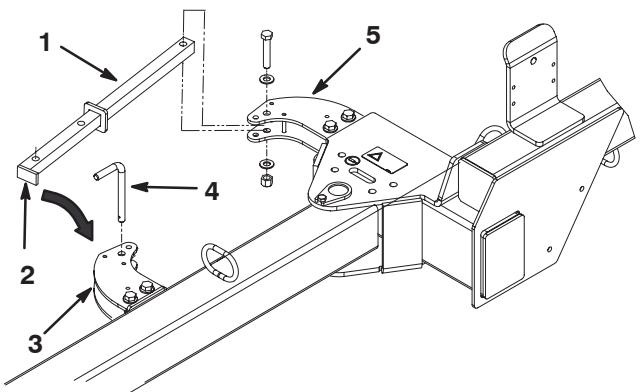

Figura 4
5. Fissate l'asta dell'attuatore sulla linguetta con una vite a testa cilindrica 1/2-13 x 2-3/4 poll. di lunghezza, due rondelle piene da 0,531 x 0,063 e un dado di bloccaggio da 1/2-13. Collocate i componenti come illustrato nella Figura 4.